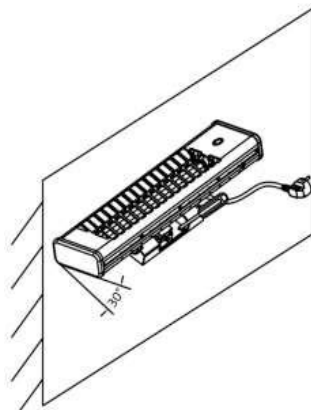

Rys. 4
- Należy znaleźć najodpowiedniejszą pozycję, tak aby nie blokować dostępu do sznurka przełącznika i do samego przełącznika; jednocześnie zawsze muszą być zachowane bezpieczne odległości podane na rys. 3. W miejscu instalacji grzejnika na ścianie należy zaznaczyć otwory montażowe: odpowiednie odległości i wymiary podane są na rys. 4. Aby dokładniej wiercić otwory, w środku otworu należy zaznaczyć krzyżyk. (Patrz rys. 4)